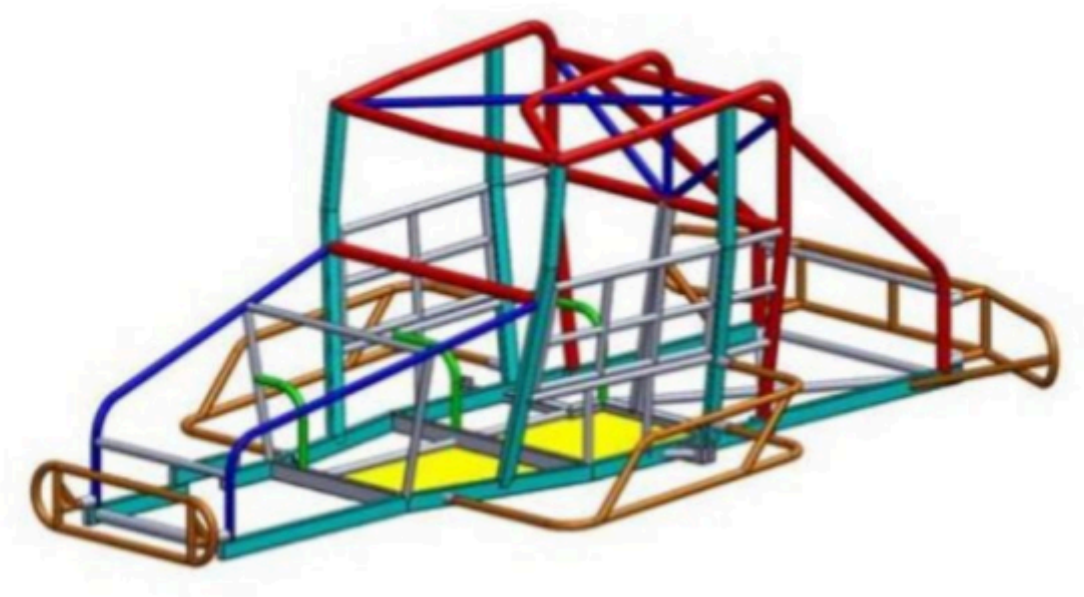

Figure 3 Châssis camionnette
20.3. Châssis camionnette / FIGURE 3